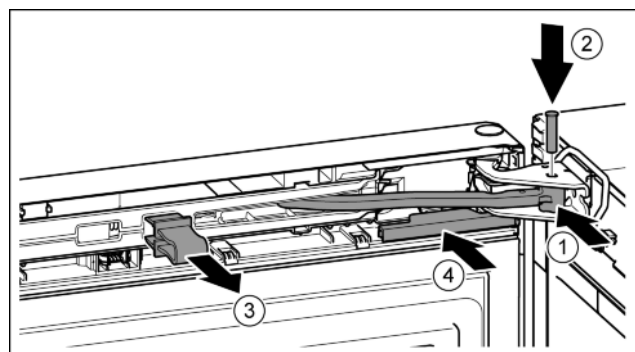

Fig. 22
▶ Otočte kloub ve stojanu ložiska. Fig. 22 (1)
▶ Vložte čep do stojanu ložiska a kloubu. Přitom dávejte pozor, aby byla zajišťovací vačka správně usazena v drážce. Fig. 22 (2)
▶ Pojistku vytáhněte. Fig. 22 (3)
- Kryt nasuňte. Fig. 22 (4)